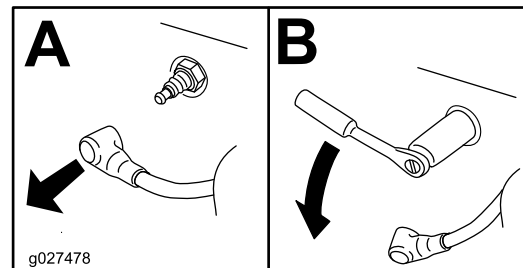

Figura 43
3. Retire la bujía (Figura 43).